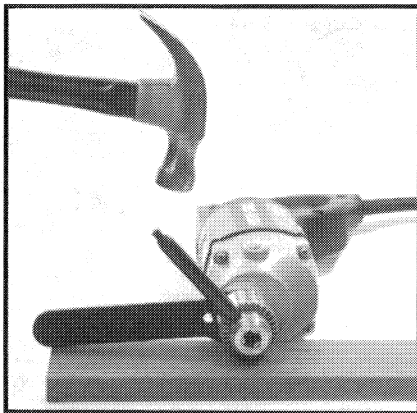

Fig. 1
4. Apoye el mandril en una superficie sólida con la llave (o la herramienta de remoción del mandril) en la posición que se muestra en la Fig. 1. Asegúrese de que el mandril esté en posición horizontal sobre la superficie de apoyo para evitar dañar el husillo y/o los cojinetes del husillo.
**NOTA: MODELO 7554 TIPOS 3, 4 y 5.** Coloque la llave de tuerca para el husillo (suministrada con el aditamento 5079) en las superficies planas del eje del husillo y posicónela de la manera que se muestra en la Fig. 1.